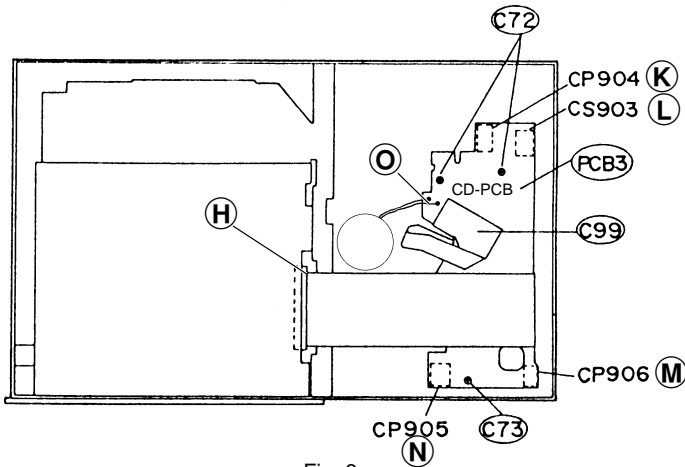

Fig. 6
- 2 Schrauben C72 und Schraube C73 herausdrehen (Fig. 6).
- Undo 2 screws C72 and the screw C73 (Fig. 6).